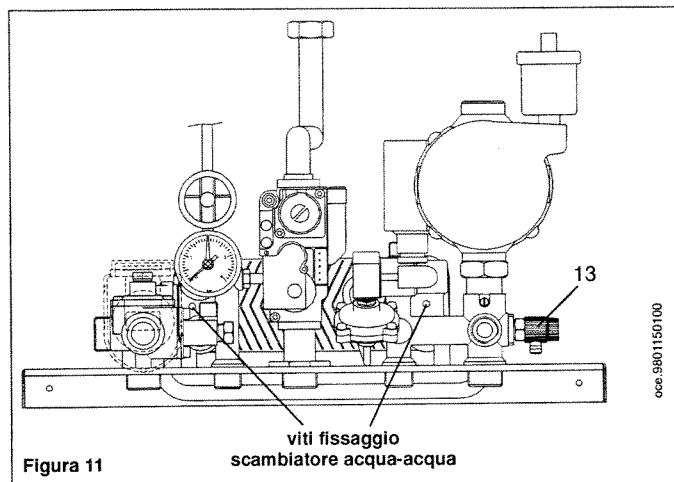

Figura 11
- * svuotare l'impianto, se possibile limitatamente alla caldaia, **mediante l'apposito rubinetto di scarico (13)**;
- * togliere le due viti, visibili frontalmente, di fissaggio dello scambiatore acqua-acqua e sfilarlo dalla sua sede (figura 11).